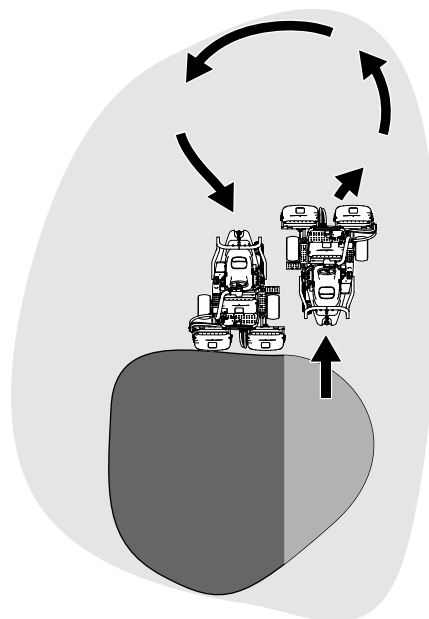

Рисунок 30
6. Чтобы сэкономить рабочее время и облегчить выравнивание для следующего прохода, на короткое время разверните машину в противоположном направлении, а затем направьте ее к нескошенной части. Такое движение машины является поворотом «по каплевидной траектории» (Рисунок 30), позволяющим быстро выровнять ее для следующего прохода.